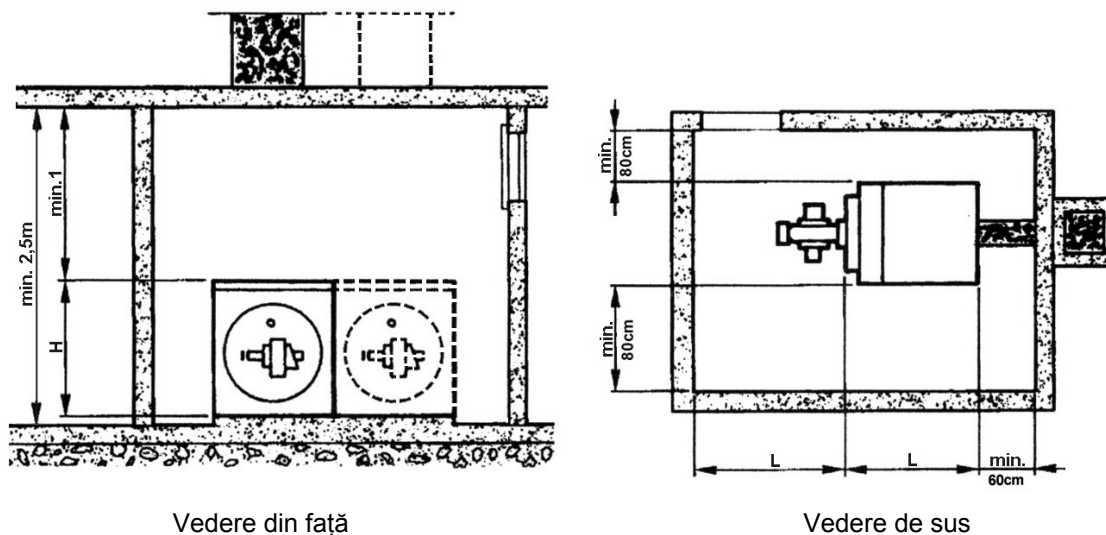

Fig. 1
3.1.1. Sala cazanului (fig. 1)